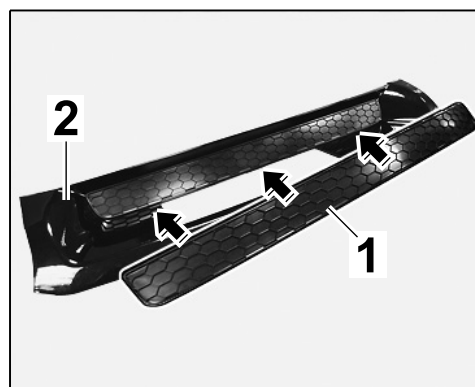

Рис. 6
- 3.3.2 **Только** автомобили для остальных стран: защелкнуть решетку ⇒ *Рис. 6* -**1**- в накладку задней части кузова ⇒ *Рис. 6* -**2**-.